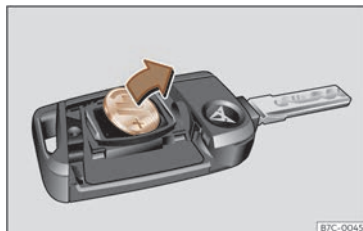

Fig. 45 Llave del vehículo: extracción de la pila.
- Extraiga la pila del compartimento con un objeto fino adecuado >>> **fig. 45**.